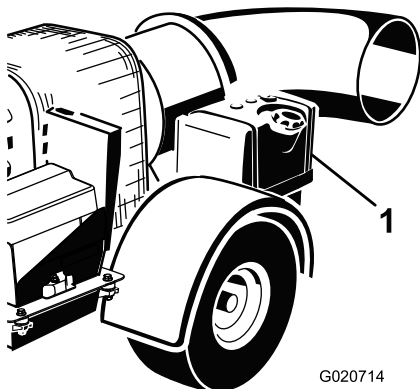

Figure 13
2. Nettoyez la surface autour du bouchon du réservoir de carburant et enlevez le bouchon (Figure 13).